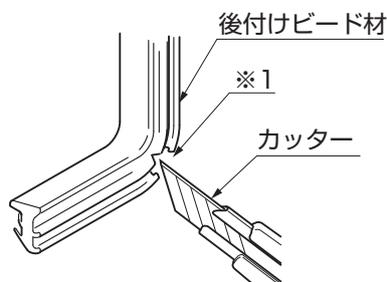

図2-5
- 後付けビード材を折曲げる箇所(※1)にカッター等で切欠きを入れてください。(図2-5参照)